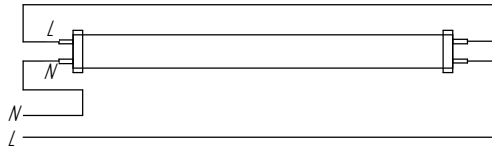

Рисунок 7
- 6.4 В случае использования светодиодных ламп типа 1 (см.рис.7 приложение А), присоедините перемычку (дополнительный провод) из комплекта светильника к соответствующей паре зажимов типа Wago (соответственно для 2-х лампового светильника присоедините еще одну перемычку к другой паре зажимов Wago).